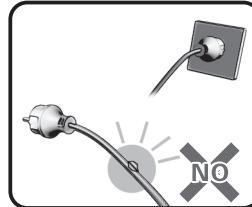

Figure 3
- La pompe submersible ne doit pas être utilisée si le câble d'alimentation électrique est endommagé d'une quelconque façon. Si un câble avec une isolation endommagée est plongé dans l'eau, il y a un danger que de l'eau ne s'infiltra dans le moteur de la pompe et cause un court-circuit. Le câble électrique de la pompe ne peut pas être remplacé. Si le cordon est endommagé, la pompe doit être mise hors service. Une altération du câble électrique de quelque manière que ce soit annulera la garantie (Figure 3).